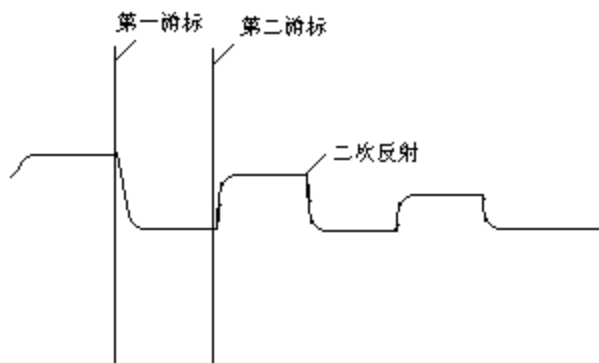

图 6.4-2 直闪测试波形
(3) 波形采集与分析：当屏幕显示波形后，可与直闪法标准波形如图 6.4-2 所示进行比较，如果不一样可结合“水平调节”、“振幅调节”两个电位器，一边按“采样”。一边调节电位器，直到波形接近于标准波形为止。